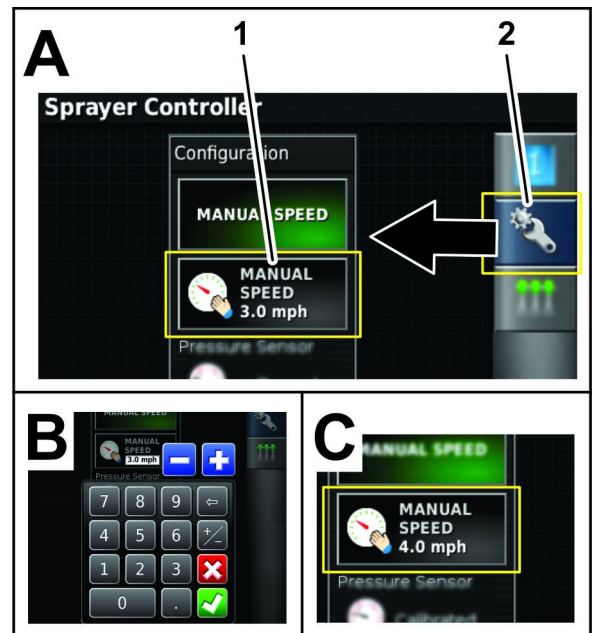

Figura 97
F. Premete l'icona di Inserimento manuale della velocità (Figura 97).
G. Con il tastierino inserite la velocità simulata e premete l'icona di conferma (Figura 97).